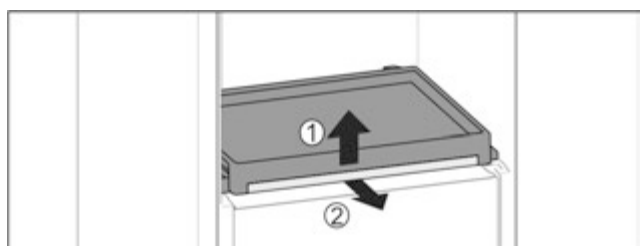

Fig. 95
- ▶ Витягніть витяжну панель зі скляною полицею: Підніміть трохи скляну полицю спереду Fig. 95 (1) та витягніть вперед Fig. 95 (2).